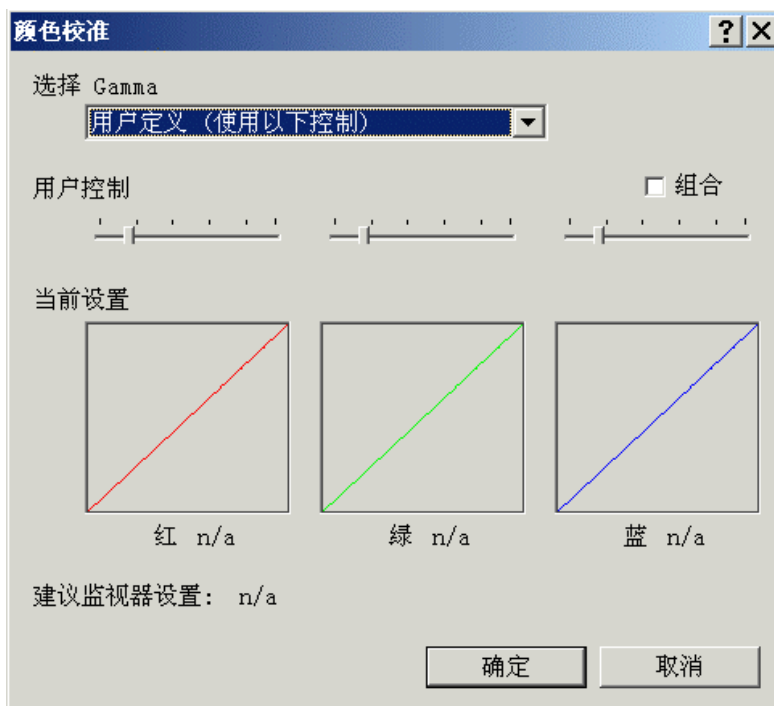

图 8. 颜色校准
- 单击“颜色校准”，修改颜色设置（见图 8）。在“颜色校准”对话框中进行修改，然后单击“确定”接受更改并离开“颜色校准”对话框；或单击“取消”，关闭“颜色校准”对话框，不作任何改变。您将回到“3Dlabs 监视器显示属性”对话框。